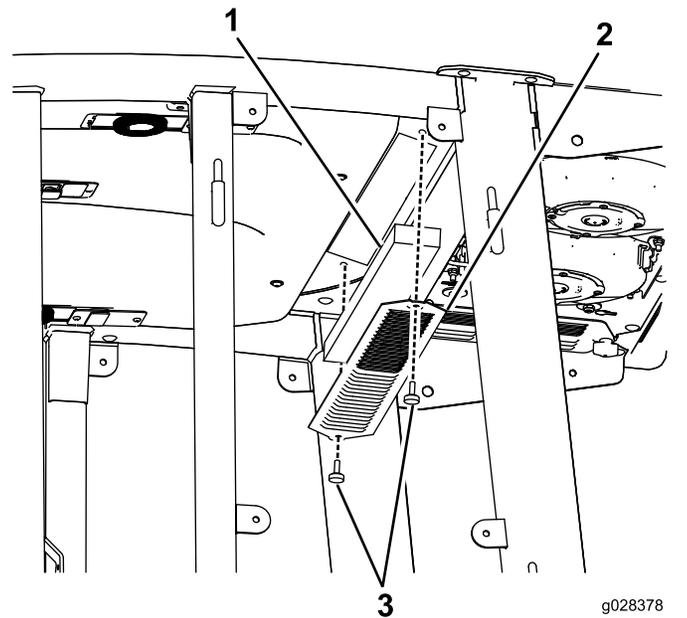
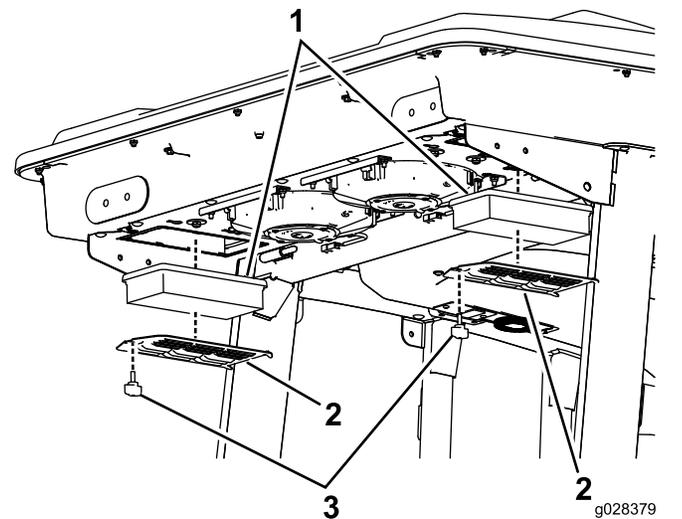
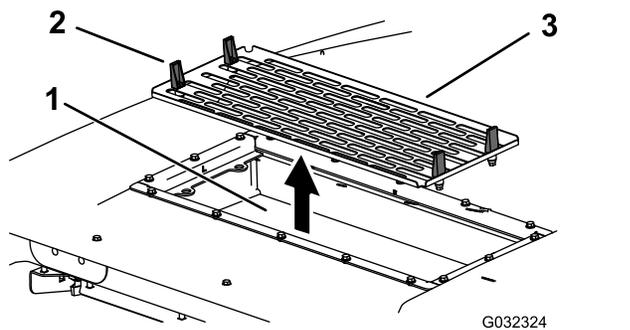

Figure 92
Figure 93
**Figure 95**
1. Retirez les vis et les grilles des filtres à air intérieur et arrière de la cabine (Figure 92 et Figure 93).
4. Déposez les filtres à air (voir Figure 93).
6. Reposez les filtres à air, la grille et le ventilateur (Figure 93, Figure 95 et Figure 96).
7. Rebranchez le câble de chaque ventilateur (Figure 95).